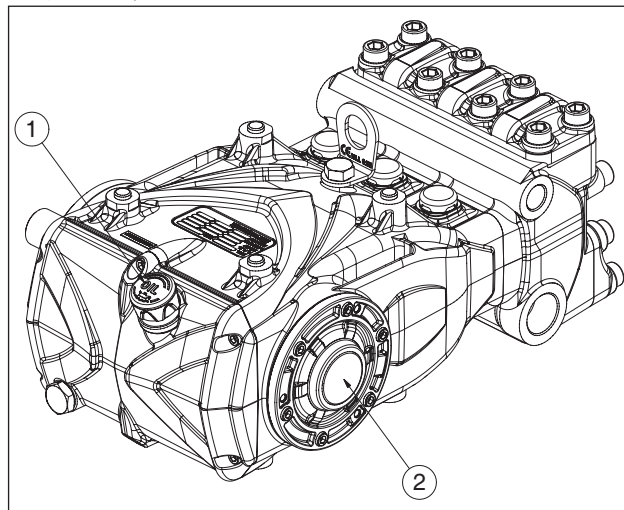

图 13
5. 通过专用油位尺（部件号 ① 图 13）检查泵壳中的油位是否达到要求，特别是通过油位指示灯（部件号 ② 图 13）检查。